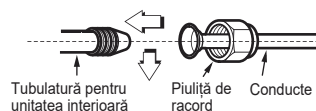

Fig. 5-3
- Strângeți bine piulița de racord (consultați Fig. 5-3)